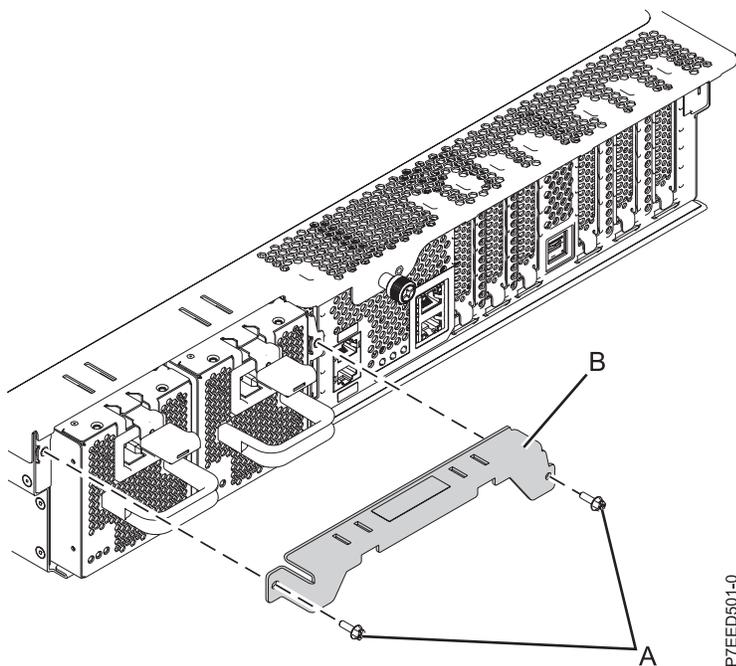

Abbildung 10. Transporthalterung ausbauen
- a. Entfernen Sie die zwei Schrauben (A), wie in Abb. 10 dargestellt.